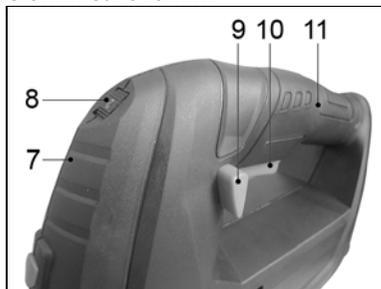

Рис. 13.
8.2. Изменение частоты хода пилки (Рис. 13)
8.1. Включение (Рис. 13)